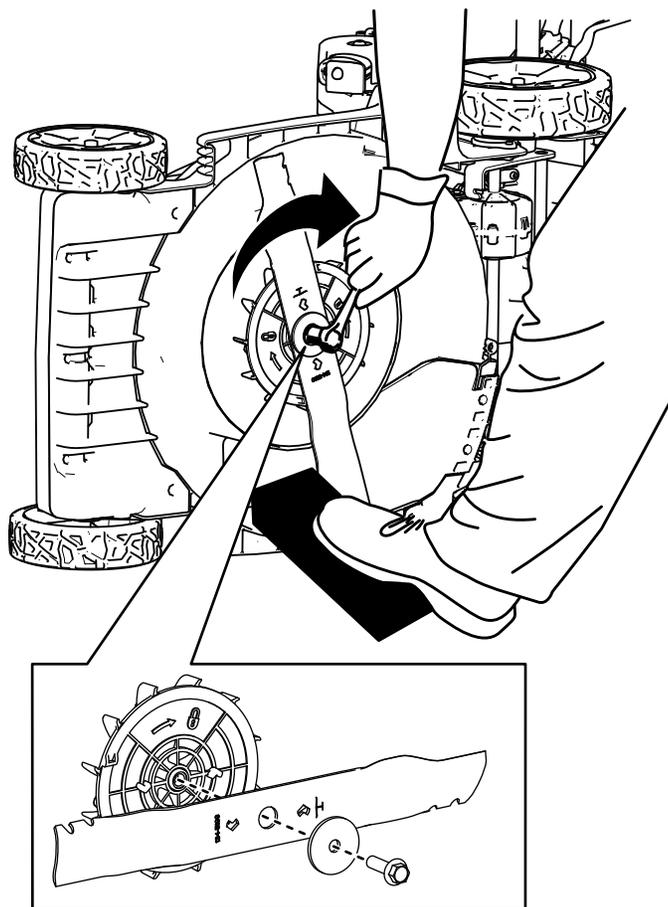

Figura 25
4. Instale a nova lâmina, anilha e o parafuso da lâmina (Figura 25).